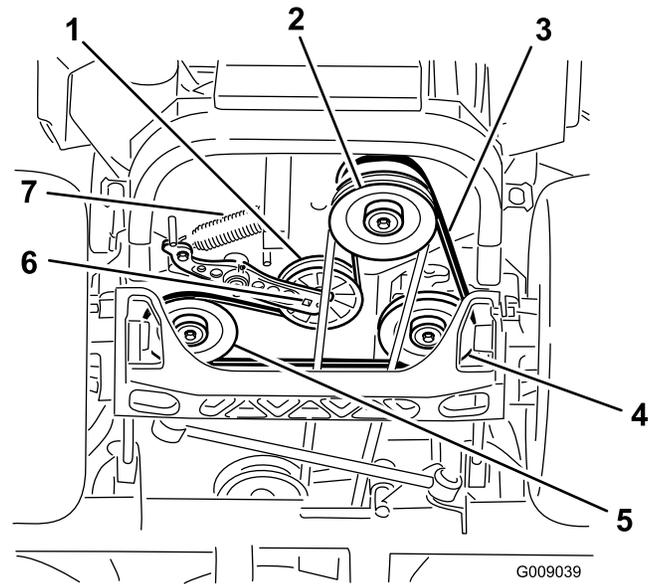

Bild 84
4. Heben Sie die Maschine an und stützen Sie sie mit Stützböcken ab (Bild 84).
5. Setzen Sie eine Ratsche in das rechteckige Loch im Spannarm ein, um die Spannscheibenfeder zu entfernen (Bild 84).
6. Haken Sie die Spannscheibenfeder vom Rahmen aus (Bild 84).
9. Setzen Sie einen Schraubenschlüssel in das rechteckige Loch im Spannarm ein, um die Spannscheibenfeder im Rahmen einzusetzen (Bild 84).